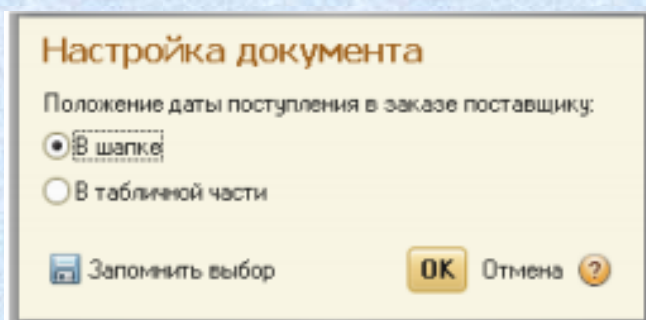

Рисунок 5 - Настройка в документе «Заказ поставщику»
2. Для того, чтобы реквизит **Дата поступления** переместился в табличную часть, нажмите кнопку **Настройка** в верхней части заказа и укажите положение даты поступления в заказе поставщику в табличной части (рисунок 5).